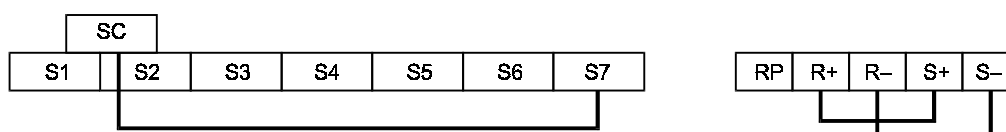

Fig 6.46 Câblage des bornes de communication pour l'auto-diagnostic
3. Effectuez le câblage conformément à *Fig 6.46*.